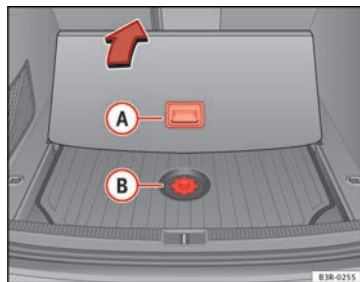

Fig. 189 Acceso a la caja de herramientas y gato
- Eche hacia atrás la cubierta de la superficie de carga agarrándola por el asidero (A) ⇒ fig. 189.
- Desenrosque el tornillo de fijación de la cubierta (B) ⇒ fig. 189.